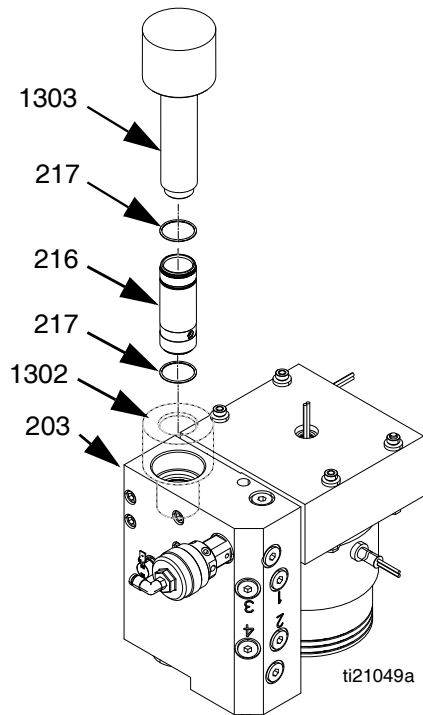

FIG. 36
2. Coloque la herramienta de instalación hembra del cilindro (1302) en el colector de salida del fundidor (203) para proteger las juntas de roscas afiladas. Consulte la FIG. 36.
3. Use la herramienta de instalación macho del cilindro (1303) para presionar el cilindro (216) en el colector de salida del fundidor (203). Si es necesario, use el martillo de goma y golpee para colocarlo en su lugar. Consulte la FIG. 36.